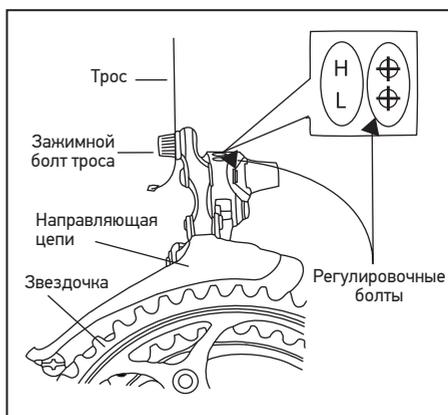

Рис. 32: Регулирование переднего механизма переключения передач
2. Натяжение троса регулируется посредством поворота регулятора троса, расположенного на соединении троса и устройства переключения передач или заднего механизма переключения передач (Рис. 32). Для увеличения натяжения повернуть регулятор против часовой стрелки. Для уменьшения натяжения повернуть регулятор по часовой стрелке. Если натяжение троса отрегулировано в соответствии с обусловленными выше инструкциями, цепь должна реагировать на все команды механизма переключения передач.
4. Поворачивать регулировочный винт нижней передачи (L на Рис. 32), пока внутренняя
5. Установить трос в бороздку рядом с механизмом переключения передач – тросом – зажимным болтом (Рис. 32), натянуть трос, затянуть зажимной болт с усилием 44-60 фунт-дюймов (5,0-6,8 Нм).